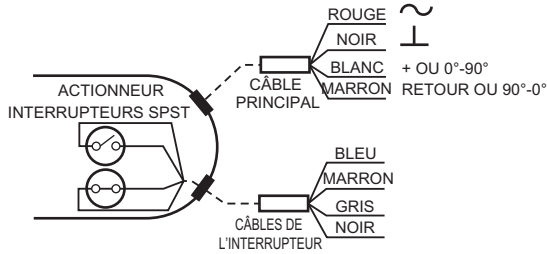

Fig. 11. Détails de l'installation du câble.
Certains modèles comprennent des interrupteurs auxiliaires. Voir la Fig. 11 pour les détails de câblage.
2. Branchez l'alimentation aux fils d'alimentation et neutre. (Voir la Fig. 11 et le Tableau 3.)
4. Envoyez le signal de commande d'ouverture ou de fermeture complète de l'actionneur. (Voir la Fig. 11 et le Tableau 3.)
- a. (0)2-10 V CC : envoyez un signal de 10 V CC au fil de commande (BLANC).
- b. 10-(0)2 V CC : envoyez un signal de 0(2) V CC au fil de commande (BLANC).
- c. (0)4-20 mA : envoyez un signal de 20 mA au fil de commande (BLANC).
- d. 20-(0)4 mA : envoyez un signal de 0(4) mA au fil de commande (BLANC).
6. Envoyez le signal de commande de position 0 % de l'actionneur. (Voir la Fig. 11 et le Tableau 3.)
- a. (0)2-10 V CC : envoyez un signal de 0(2) V CC au fil de commande (BLANC).
- c. (0)4-20 mA : envoyez un signal de 0(4) mA au fil de commande (BLANC).